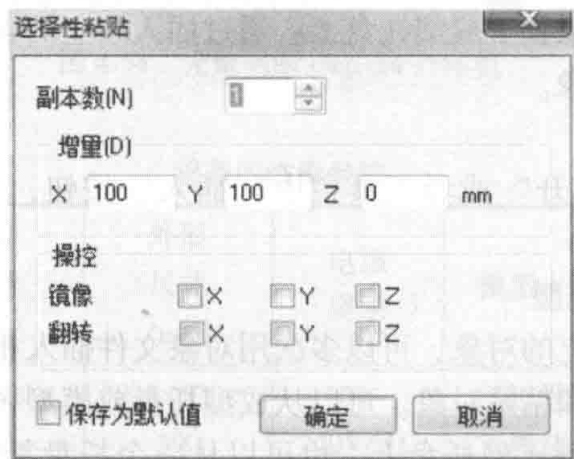

图 4-57 选择性粘贴
- ①使用右键单击“上下文”菜单。
- ②使用键盘快捷键（分别是 Ctrl+C 和 Ctrl+V）。
- ③选择性粘贴命令（对象的右键单击“上下文”菜单中）能够更高效地放置副本对象，如图 4-57 所示。